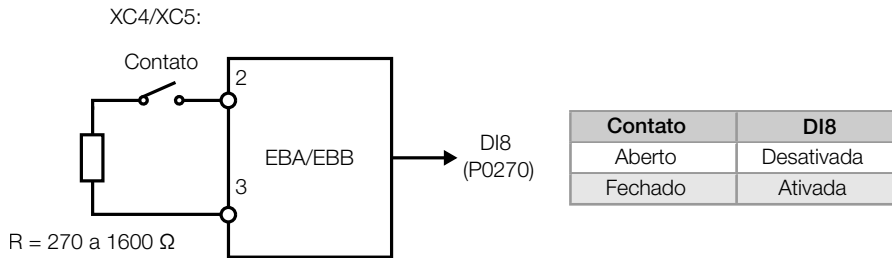

Figura 5.34: DI8 como entrada digital normal
- Caso deseje utilizar DI8 como uma ‘entrada digital normal’, deve-se programar o parâmetro P0270 com a função desejada e conectar um resistor entre 270 e 1600 Ω em série com a entrada, como indicado na Figura 5.34 na página 5-58.